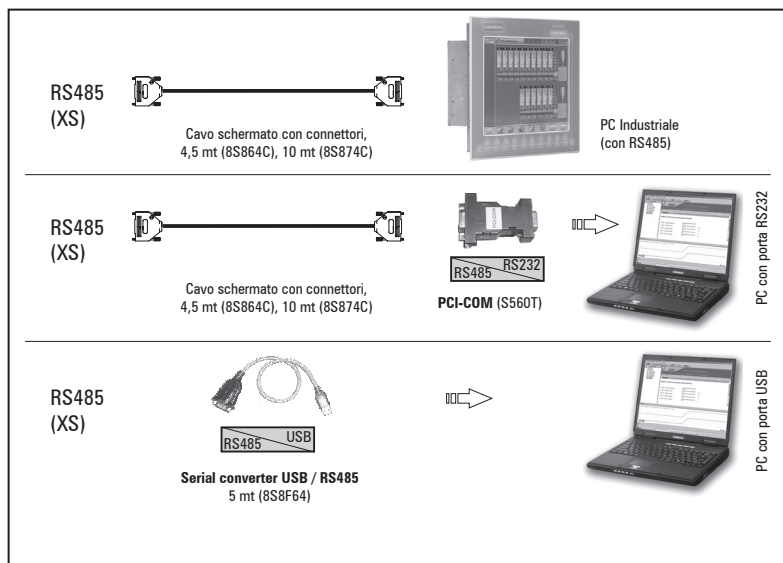

Figura 5.5.1.2: Collegamento RS485 al PC
- cavo schermato per il collegamento XS / RS485 (vedere figura 5.5.1.2), codice 8S864C (L=4,5 mt) o 8S874C (L=10 mt).
- cavo schermato per il collegamento XS / PCI-COM (o PCI-485) codice 8S864C (L=4,5 mt) o 8S874C (L=10 mt), vedere figura 5.5.1.2 .
Per il collegamento è necessario l'adattatore opzionale USB/ RS485, codice 8S8F64, vedere figura 5.5.1.2 .